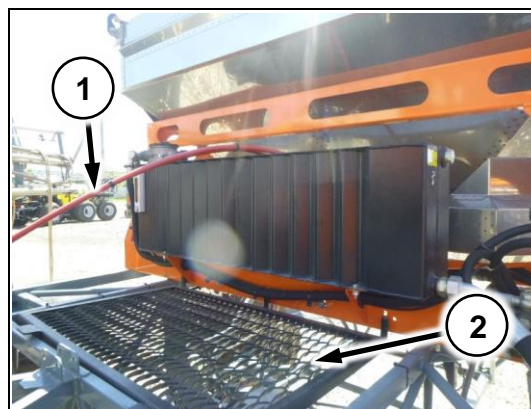

Рис. 56
5. Проложите троса управления заслонками по раме (Рис. 56/1) и соедините с рычагом в кабине (Рис. 38)
6. Установите настил на раму (Рис. 56/2)